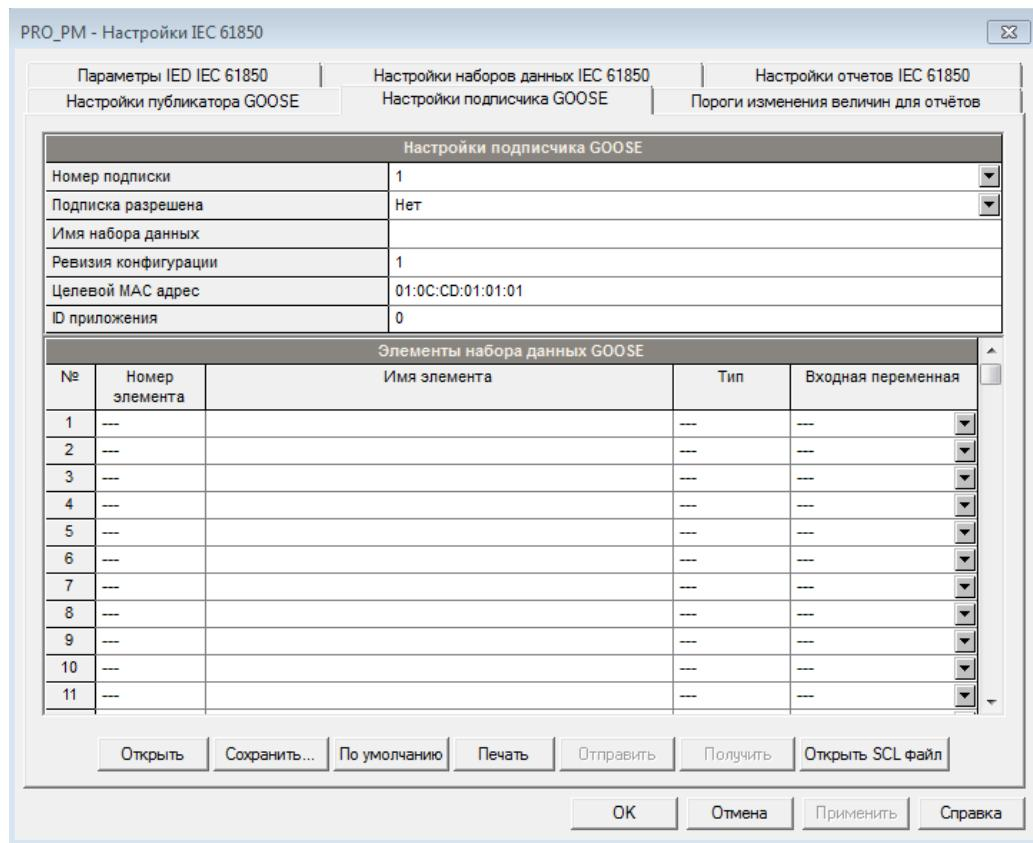

Рисунок 123 – Настройки подписчика GOOSE
1. Выберите на панели меню ПО PAS «Настройки» – «Настройки IEC 61850», в открывшемся окне выберете вкладку «Настройки подписчика GOOSE» (рисунок 123).